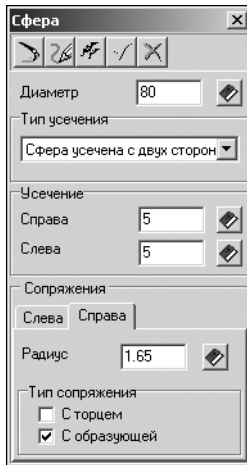

Рис. 4.41.
1. Нажмите кнопку **Сфера**, расположенную в меню **Простые ступени** инструментальной панели внешнего контура. Откроется одноименное командное окно (рис. 4.41).